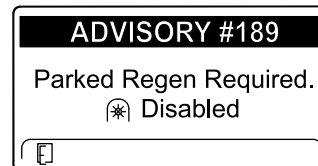

Figura 53
- Se não efetuar uma regeneração em estacionamento dentro de 2 horas, o InfoCenter indica que é necessária uma regeneração em estacionamento – tomada de força desativada AVISO N.º 189 (Figura 53).